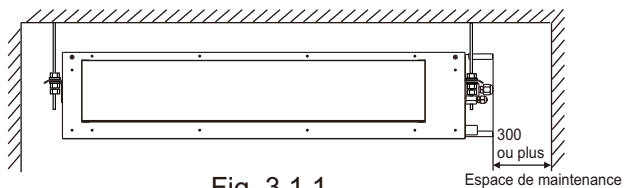
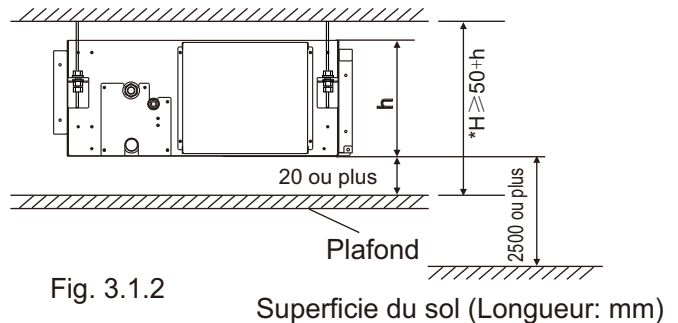

Fig. 3.1.1
Fig. 3.1.2
- Un espace suffisant pour la maintenance et l'entretien est garanti (voir Fig.3.1.1, Fig.3.1.2)